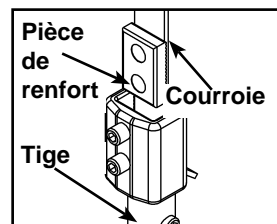
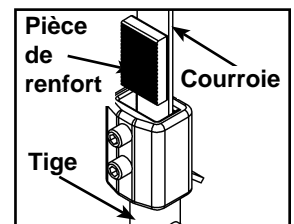

Figure 8A
Figure 8B
- D. Vérifiez si la courroie et la pièce de renfort sont installées correctement, tel qu'illustré à la figure 8A. **REMARQUE :** N'installez pas la pièce de renfort à l'envers tel qu'illustré à la figure 8B.